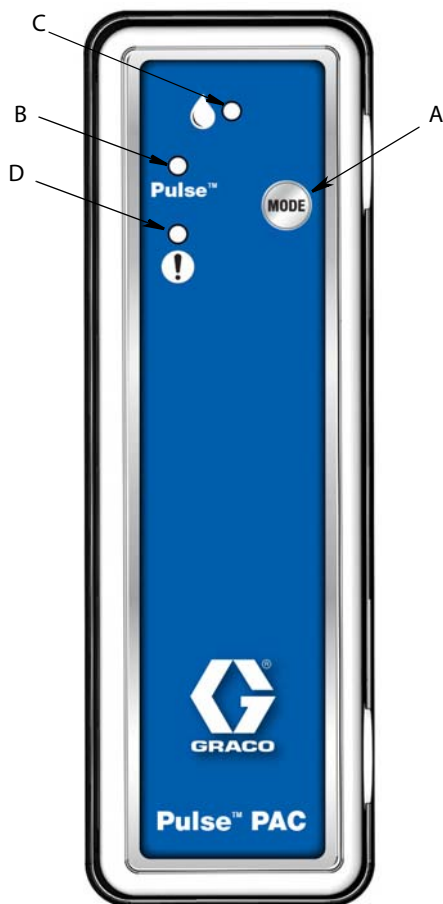

Рис. 13
3. Подключите питание к регулятору. (При этом загорается красный световой индикатор (D). Подождите 30 секунд. (Загорается синий световой индикатор (B). (Рис. 13)
4. Нажмите и удерживайте кнопку Mode (A) на регуляторе в течение 5 секунд (Рис. 13). (Загорается зеленый световой индикатор (C). Синий световой индикатор (B) и красный световой индикатор (D) гаснут).
5. Нажмите и удерживайте кнопку Mode (A) еще раз в течение 5 секунд, а затем отпустите ее (Рис. 13). (Зеленый световой индикатор (C) продолжает гореть. Загораются синий световой индикатор (B) и красный световой индикатор (D).
6. Ожидайте 5 – 10 секунд. (Зеленый световой индикатор (C) гаснет. Синий световой индикатор (B) начинает мигать. Красный световой индикатор (D) продолжает гореть).
7. Когда синий световой индикатор (B) прекращает мигать и постоянно горит, это свидетельствует о завершении цикла регистрации регулятора (1–3 минуты) (Рис. 13). (Красный световой индикатор (D) продолжает гореть).
9. Ожидайте 1–3 минуты, пока погаснет красный световой индикатор (D). Теперь регулятор пневматического насоса настроен.
Нажмите и удерживайте кнопку MODE (РЕЖИМ) (A) на 5 секунд (Рис. 13), чтобы выбрать режим Pulse или режим работы оффлайн.